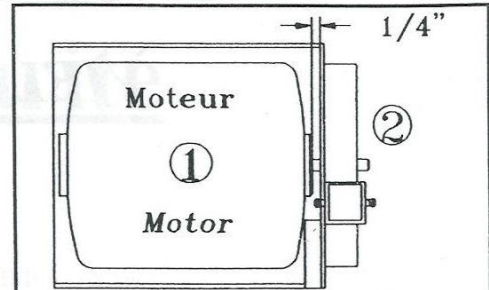

Figure 1
- 1-Placer le moteur (Fig.1 (1)) au centre du bâti de la ponceuse.
- 2-Glisser la poulie de 6" sur l'arbre du moteur et l'appuyer contre le bâti (Fig.1 (2)), cela afin d'aligner le moteur. Serrer les boulons.
- 1-Place the motor (Fig.1 (1)) in the center of sander's frame. Bolt down motor lightly.
- 2-Slip the 6" pulley on the motor's shaft and push it against the sander's frame (Fig.1 (2)) to align the motor. Tighten bolts.